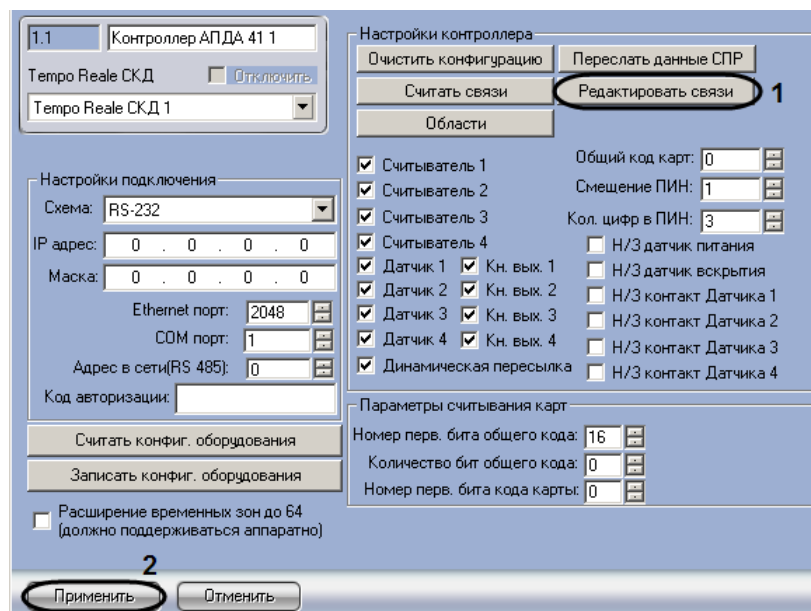

Рис. 3.3—7 Редактирование логических связей
2. Для редактирования логических связей между событиями нажать кнопку **Редактирование связей** (Рис. 3.3—7, 1).